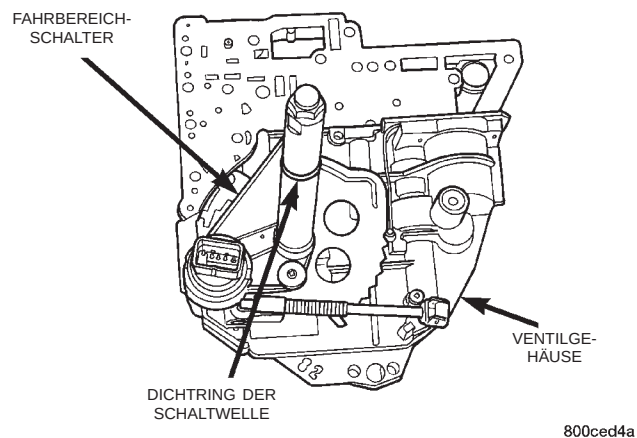

Abb. 25 Ventilgehäuse mit Fahrbereichsschalter
- (1) Minuskabel der Batterie abklemmen.
- (2) Ansaugluftfilter und Ansaugluftkanal ausbauen.
- (3) Gangwahlzug ausbauen.
- (4) Schalthebel am Getriebe abbauen.
- (5) Steckverbinder vom Fahrbereichsschalter abziehen.
- (6) Fahrzeug anheben.
- (7) Getriebeölwanne vorsichtig abbauen und Flüssigkeit ablassen.
- (8) Getriebeölfilter ausbauen. Getriebeöl vollständig ablaufen lassen.
- (9) Halteschrauben für Ventilgehäuse herausdrehen.
(10) Parksperrenstange aus dem Führungsbügel ziehen und Ventilgehäuse vom Getriebe abbauen.
(11) Ventilgehäuse auf Werkbank ablegen (Abb. 25).